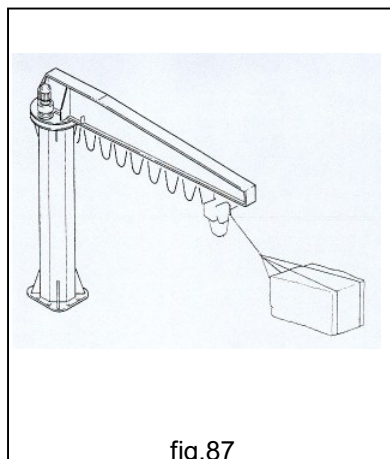

fig.87
- **NUNCA** ponga la cuerda o la cadena en posición de tiro en diagonal (fig.87).